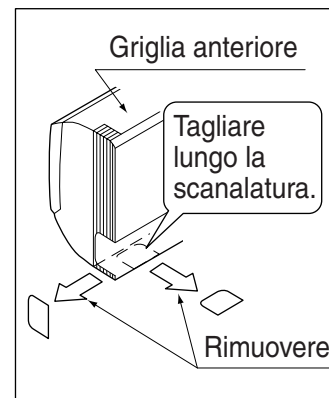

Fig. 4
- Se si utilizzano le viti di fissaggio del pannello di installazione (2), utilizzarne almeno 4 da ciascun lato (in totale 9 viti) della posizione di installazione della striscia di rinforzo consigliata sulla sagoma di carta per l'installazione (3) in dotazione.
(3) Se si utilizzano le posizioni a sinistra, in basso a sinistra, a destra o in basso a destra per le tubazioni, praticare il relativo foro passante nella griglia anteriore. (Fare riferimento alla Fig. 4)